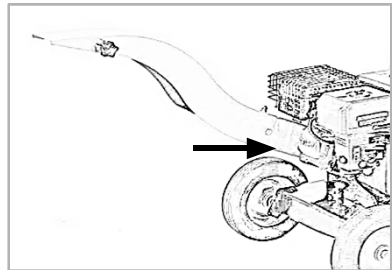

Fig.3
- Montați gura de evacuare pe corpul tocătorului cu ajutorul șuruburilor din kitul de montaj pe partea laterală a acestuia (fig.3).